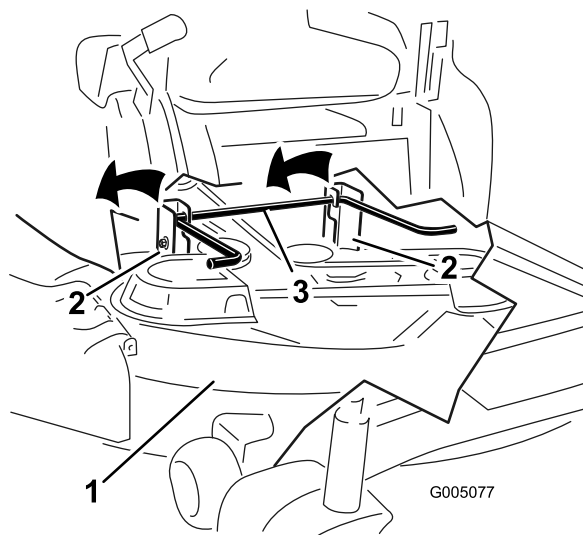

Figure 74
1. Ressort de levage de tablier (2)
7. Soulevez et déposez le tablier de coupe et les supports de la tige de levage arrière, puis abaissez la tondeuse au sol avec précaution (Figure 74).
5. Soulevez l'arrière du tablier de coupe et guidez les supports sur la tige de levage arrière (Figure 74).